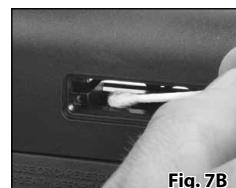

Fig. 7B
4. À l'aide d'un coton-tige, appliquez une graisse moly-graphite aux surfaces d'alésage du boîtier de culasse là où le mécanisme du verrou glisse comme indiqué sur la Figure 7B. La graisse Moly-Graph de CRC Industries est appropriée pour cette application. Exécutez cette procédure à des intervalles d'environ 200 tirs. Le retrait de la garniture en caoutchouc de l'appuie-joue est recommandé pour accéder aux surfaces requérant une lubrification.